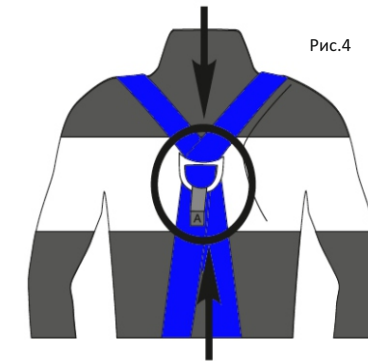

Рис.4
- задний элемент крепления (D-образное кольцо) находится на уровне лопаток (рис.4).